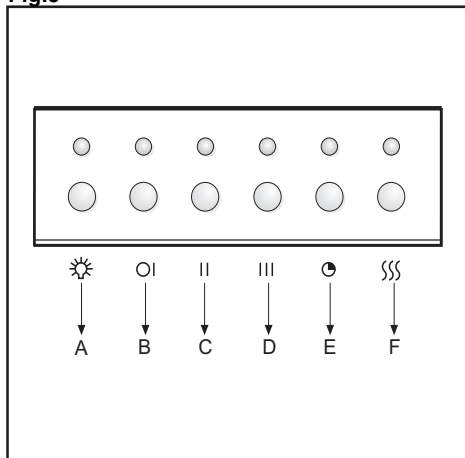

Fig.7
• COMANDI: ELETTRONICA (Fig. 7):